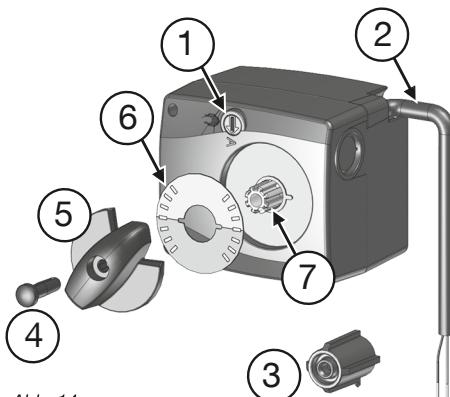

Abb. 14
- Drehgriff (5) und Stopfen (4)** von der **Hohlwelle (7)** abziehen.
- Sichtscheibe (6)** um 180° drehen, so dass der **rote Bereich nach oben zeigt** (Abb. 14).